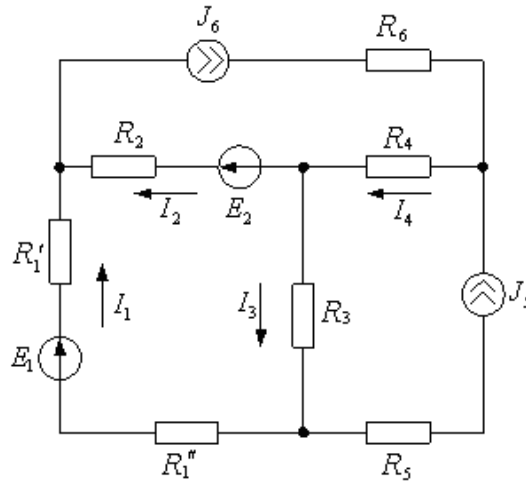
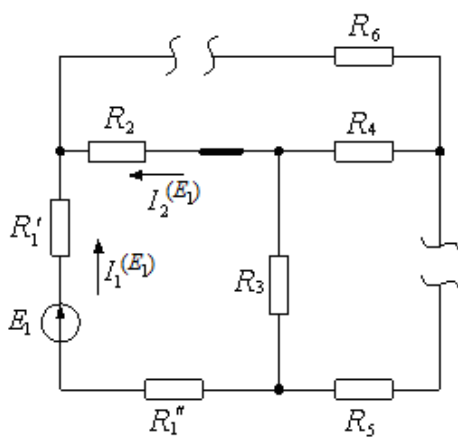
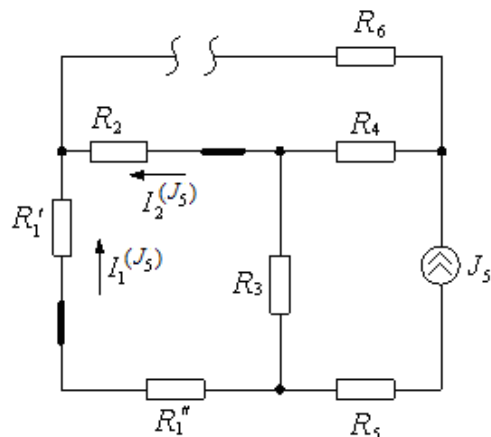

Рис. 1
Рис. 2
Рис. 3
Применительно к схеме рис. 1 выражения для токов I_1 и I_2 по методу наложения могут быть представлены в виде сумм:
Частичная схема для расчета входных и взаимных проводимостей g_{11} и g_{21} показана на рис. 2, частичная схема для расчета коэффициентов k_{15} , k_{25} — на рис. 3.
Из схемы рис. 2 следует, что $I_1^{(E_1)} = -I_2^{(E_1)} = \frac{E_1}{R_1' + R_1'' + R_2 + R_3}$, поэтому
$g_{11} = -g_{21} = \frac{1}{R_1' + R_1'' + R_2 + R_3}$. Из схемы рис. 3 получаем
Входные и взаимные проводимости и коэффициенты передачи не зависят от значений источников в цепи, а определяются только сопротивлениями резисторов и схемой их соединения. В частичных схемах (рис. 2 и рис. 3) направление частичного тока ветви определяется выбранным направлением тока ветви в исходной схеме (рис. 1). При этом частичный ток может быть не согласован с направлением источника, в таком случае частичный ток и, соответственно, входная, взаимная проводимость и коэффициент передачи по току будут иметь знак "-". В рассмотренном выше примере входная проводимость g_{11} имеет знак "+", так как частичный ток $I_1^{(E_1)}$ согласован по направлению с E_1 , а взаимная проводимость g_{21} имеет знак "-", так как частичный ток $I_2^{(E_1)}$ не согласован по направлению с E_1 (рис. 2). Аналогично коэффициент передачи по току k_{25} имеет знак "+", а k_{15} имеет знак "-" (рис. 3).
Входные и взаимные проводимости ветвей и коэффициенты передачи тока можно определять по приращениям токов и ЭДС, получаемых из двух произвольных режимов цепи. Предположим, что в схеме (см. рис. 1) при $E_1 = E_1'$ токи $I_1 = I_1'$, $I_2 = I_2'$, а при $E_1 = E_1''$ токи $I_1 = I_1''$, $I_2 = I_2''$. ЭДС E_2 и токи J_5 и J_6 при этом остаются неизменными. Подставив указанные значения токов I_1 , I_2 и ЭДС E_1 и E_2 , в равенства (1) и (2), получим:
3. Начертить расчетную схему электрической цепи (рис. 2П). При $E_1=12$ В и $J_2=50$ мА, и значениях R_1, R_2, R_3 , приведенных в таблице 1, вычислить токи в ветвях цепи, считая приборы идеальными. Определить напряжение на источнике тока. При определении токов воспользоваться одним из методов расчета: